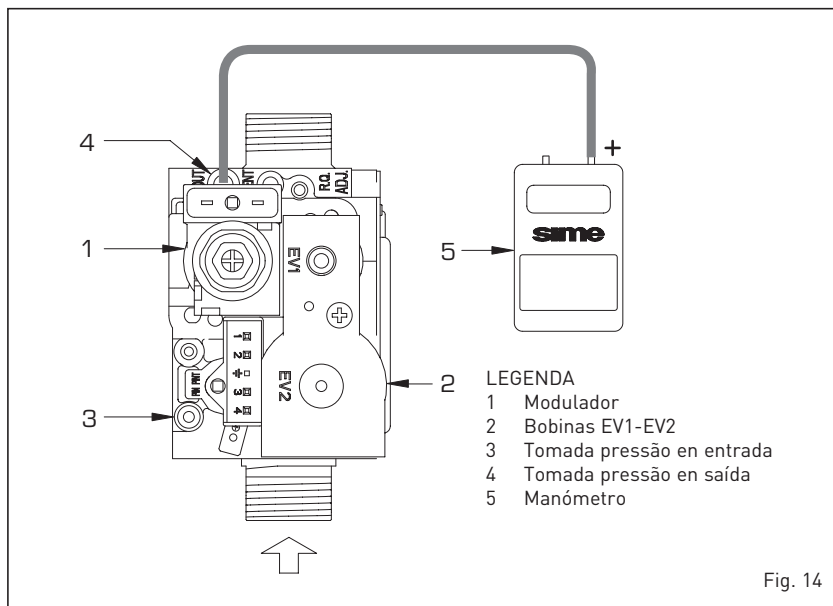

Fig. 14
A caldeira é fabricada de série com a válvula de gás modelo SIT 845 SIGMA (fig. 14) calibrada para dois valores de pressão: máxima e mínima que correspondem, em função do tipo de gás, aos valores indicados na **Tabela 2**. A calibragem da pressão do gás para os valores máximo e mínimo é efectuada pela SIME: portanto desaconselha-se a sua modificação.
- Ligar a coluna ou um manómetro diferencial como indicados na fig. 14.
- Retirar a tampa em plástico do modulador (1).
- Usando uma chave fixa de $\varnothing 10$, rodar a porca (3) procurando o valor da pressão máxima como indicado na **Tabela 2**